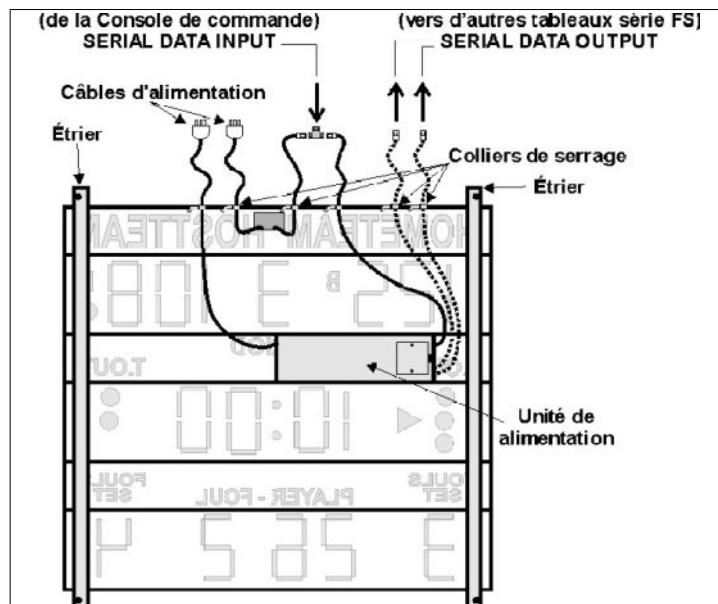

Fig. 3.6: Connexion des câbles d'alimentation et de données
1. Branchez le câble d'alimentation dans la prise correspondante et fixez l'autre bout sur la partie supérieure du tableau en utilisant le collier de serrage prévu à cet effet (voir Fig. 3.6); ceci a le but de rendre la fiche d'alimentation facilement accessible au-dessus du tableau après sa fixation au mur.
2. Pour les tableaux d'affichage du score centraux, en plus du câble série long destiné à la connexion de la Console de commande, sont également fournis trois câbles d'environ 1 m. Connectez un de ces câbles au connecteur "SERIAL DATA INPUT" et fixez l'autre bout sur la partie supérieure du tableau en utilisant le collier correspondant (voir Fig. 3.6). Ceci permet de faciliter le branchement du câble série en provenance de la Console, après avoir installé le tableau au mur.
4. Pour le module des noms des équipes branchez le câble série (d'environ 1m) au connecteur "SERIAL DATA INPUT" et fixez l'autre bout sur la partie supérieure du tableau en utilisant le collier de serrage prévu (voir Fig. 3.6).
3. Utilisez l'adaptateur pour brancher le câble série de la Console à celui préalablement connecté à la prise "SERIAL DATA INPUT" de l'unité d'alimentation et du module des noms des équipes, fixés au-dessus du tableau (voir chapitre 3.3 et Fig. 3.6).